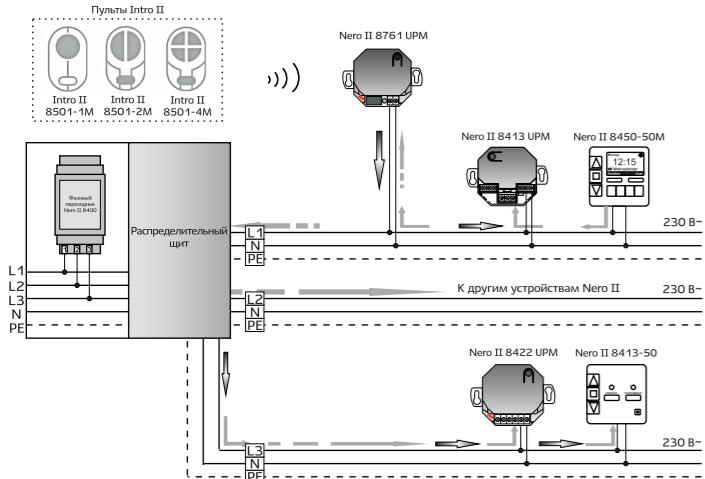

Рис. 1 - Принцип действия транскодера Nero II 8761 UPM
- отличительная особенность системы Nero II – питание и передача/получение команд управления по существующей силовой электропроводке 230 В~ на основе уникальной запатентованной технологии PLC. Благодаря ей система обладает надежностью, широким функционалом и высоким качеством передачи информации даже на крупных объектах, в том числе и по разным фазам (при использовании фазового переходника Nero II 8400) (рис. 1);